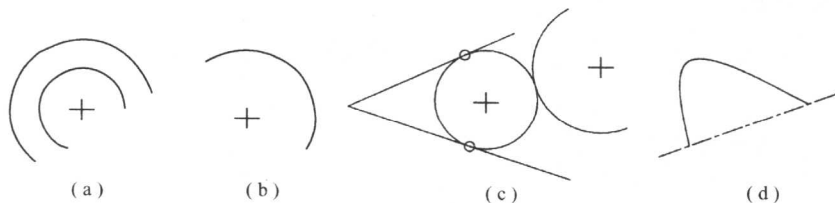

图 2-6 草绘圆弧
(3)用鼠标左键单击  工具按钮,在绘图区内,用鼠标左键选择已有的一个圆弧作为参照,然后,选择圆弧的起点和终点,生成一个与参照圆弧同心的圆弧,参看图 2-6(a)同心圆弧。
(4)用鼠标左键单击  工具按钮,在绘图区内,用鼠标左键选择圆弧的圆心点以及圆弧的起点和终点,生成圆弧,参看图 2-6(b)圆心端点弧。
(5)用鼠标左键单击  工具按钮,在绘图区内,用鼠标左键依次选择与之相切的三个图元(任意直线、圆或圆弧),生成一个与三个已知图元相切的圆弧,参看图 2-6(c)与三个图元相切的圆弧。
(6)用鼠标左键单击  工具按钮,在绘图区内,用鼠标左键依次选择弧的起点和终点,首先生成一条连接起点和终点的中心线,然后继续选择弧上的一点,即生成锥形弧,如图 2-6 (d)所示。